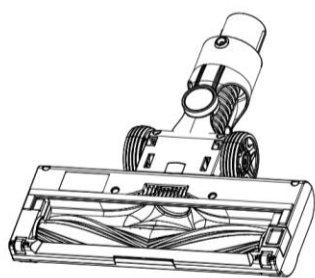

Figure 1.
1. Odpojte elektrickú podlahovú kefu od hlavnej jednotky podľa popisu, otočte ju (Figure 1)